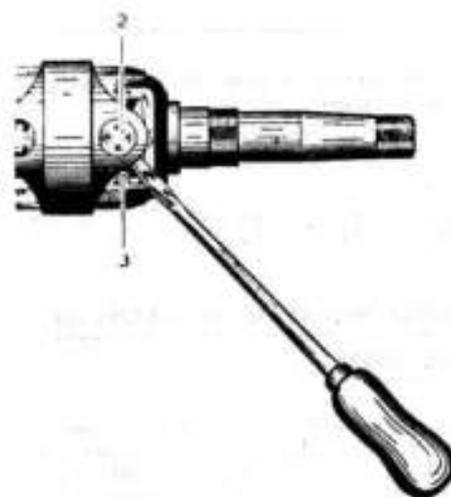

Fig. 21. — Dégagement du coussinet.
* Refouler vers l'extérieur, au moyen d'un outil recourbé, les quatre cuvettes (3) ce qui dégage les coussinets (2), sortir ceux-ci avec leurs aiguilles (fig. 21).